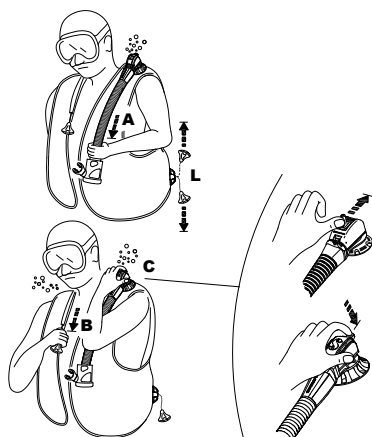

рис. 7
- 1) несильно потянув вниз гофрированный шланг с инфлятором (рис. 7 - А).
- 2) нажмите выступющую из корпуса клапана пентоновую кнопку (рис. 7 - С). Этот способ хорош также для сброса воздуха из компрессора другого дайвера, находящегося в затруднении (паника, недостаток опыта, потеря сознания и т.д.).
- Двойной ручной клапан сброса (патент SCUBAPRO®) сбрасывает воздух при нажатии кнопки (рис. 7-С) в случае отрыва ручной системы сброса (по причине разрыва троса, поломки шпильки и т.д.) либо при дыхании из Air 2.
Клапан сброса на первом плече (рис. 7 - В)
Клапан на первом плече, если присутствует, приводится в действие курчатым рывком за широкообразную ручку, соединенную тросом с своим клапаном (рис. 7 - В). Для использования любого из стреливающих клапанов займите положение, при котором клапан будет находиться выше пузыря воздуха в КП. Используйте клапан стреливания до тех пор, пока не достигнете желаемого уровня плавучести. Прекращение натяжения/сдвига закрывает клапан (рис. 7 - В).
Нижний клапан сброса (рис. 7 - L)
Клапан сброса на правом плече (рис. 7- В) и нижний клапан (рис. 7 - L) позволяют быстрее остальных устройств стравить воздух из компенсатора.